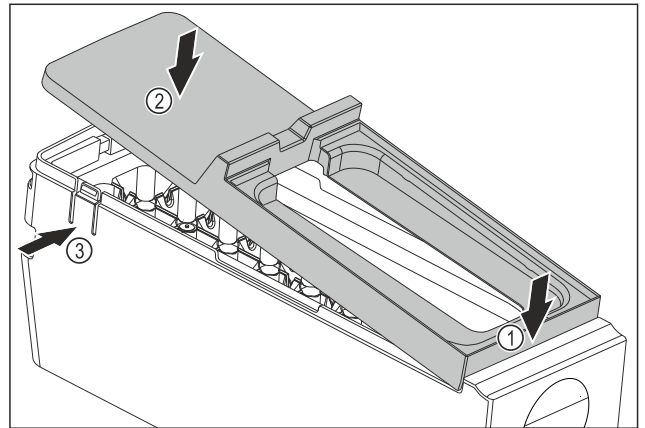

Fig. 108
- ▶ Abdeckung des EasyTwist-Ice-Korpus montieren: Abdeckung vorne ansetzen. Fig. 108 (1)
- ▶ Abdeckung hinten absenken. Fig. 108 (2)
- ▶ Abdeckung rastet hörbar in beiden Laschen Fig. 108 (3) ein.